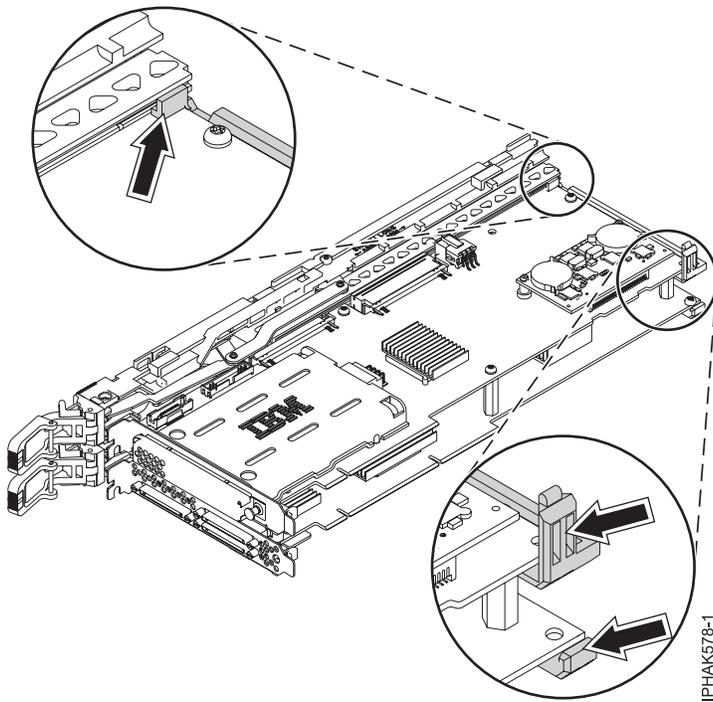

Figura 75. Desconectando os braços traseiros do conjunto do cassete
- b. Desconecte os braços traseiros do conjunto do cassete dos cantos inferiores do adaptador duplicado. Consulte Figura 75 na página 86.